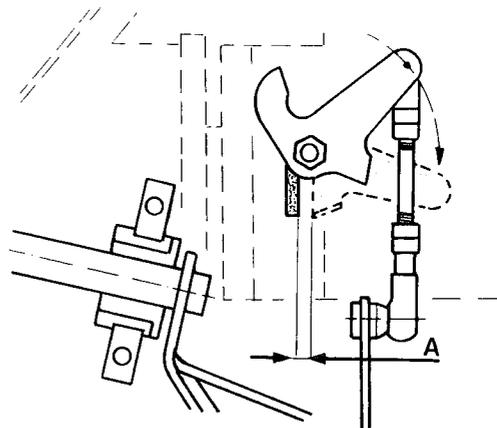

Bild 8
- Das Gaspedal vollkommen durchtreten und am Drosselklappenhebel überprüfen, ob ein Spiel von 1 bis 2 mm zwischen dem Hebel und dem Anschlag am Vergaser vorhanden ist. Die Prüfstelle ist in Bild 8 gezeigt.